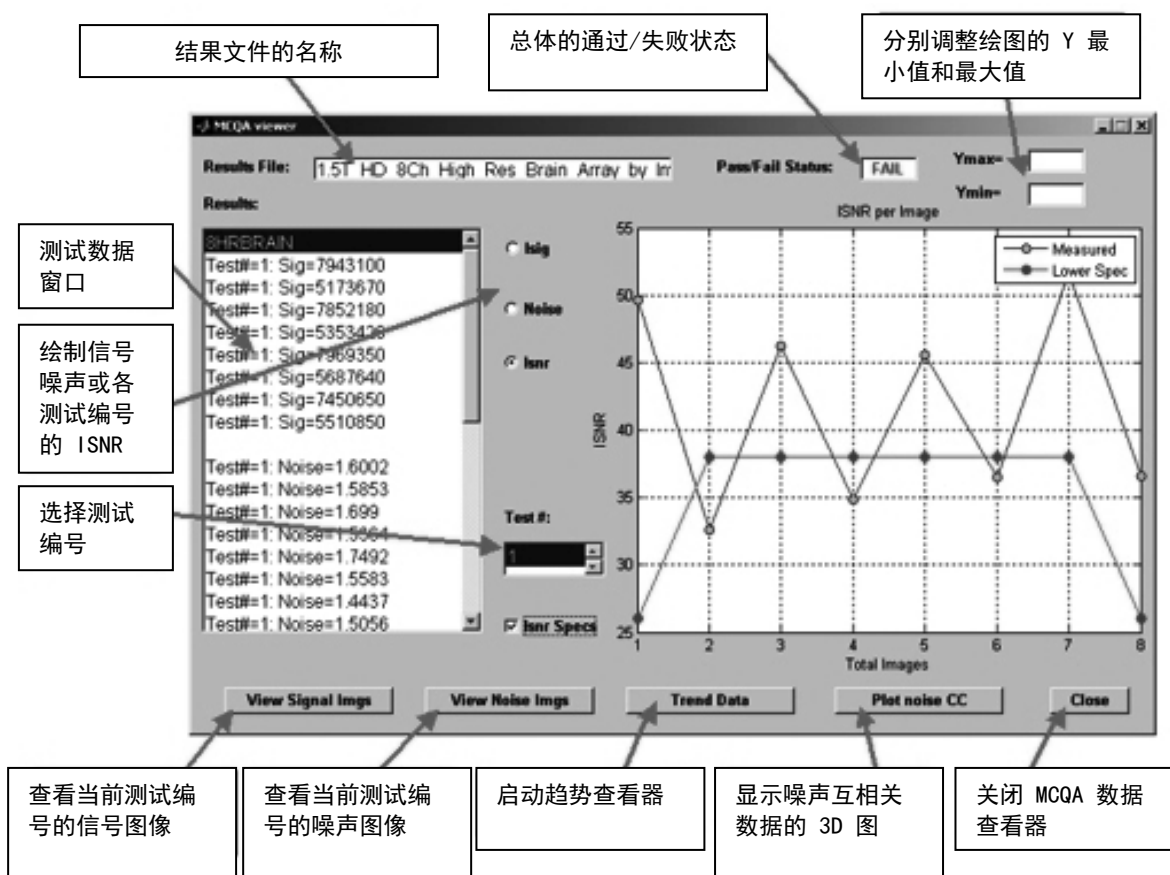

图 7
**注意：**此时将打开结果查看器，如图 7 所示。工具 GUI 中显示的结果文件名称和 Pass/Fail（通过/失败）结果在查看器顶部也会列出。